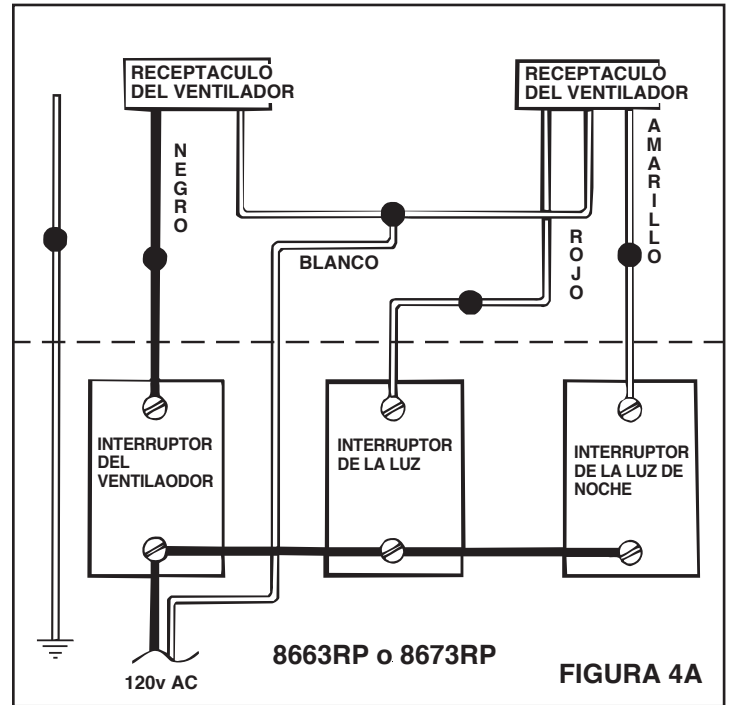

FIGURA 4A
4. Consulte la Figura 4A para modelo 8663RP o 8673RP. Conecte los cables blancos de los receptáculos del ventilador y de la luz la cable blanco (neutro) de la alimentación. Conecte el cable negro al cable del interruptor del ventilador. Conecte el cable rojo al cable del interruptor de la luz. Conecte el cable amarillo al cable del interruptor de la luz de noche.